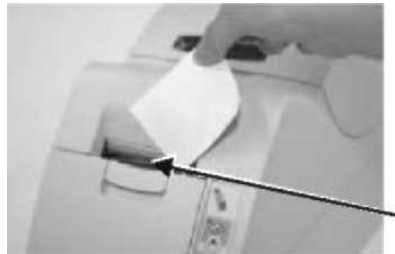

Рисунок 8 - Видалення паперу
- надлишок паперу видаліть вручну (рисунок 8).